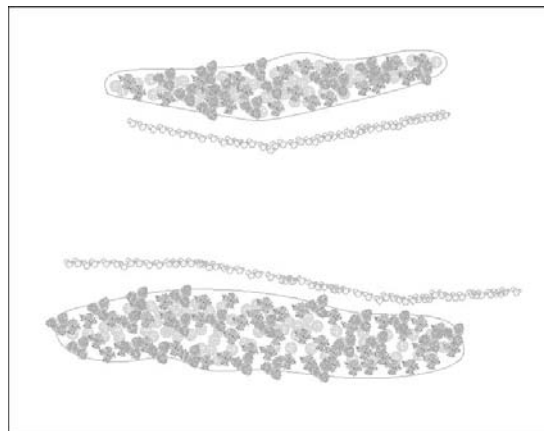

Fig.11.12
- 7 Le fond de plan (ou calque sous-jacent) s'affiche à l'écran (fig.11.12). Il s'agit d'un plan de plantation.